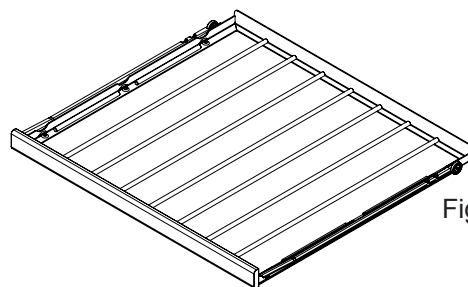

Figure 39
(2) fil étagère à vin (Voyez la Figure 39).